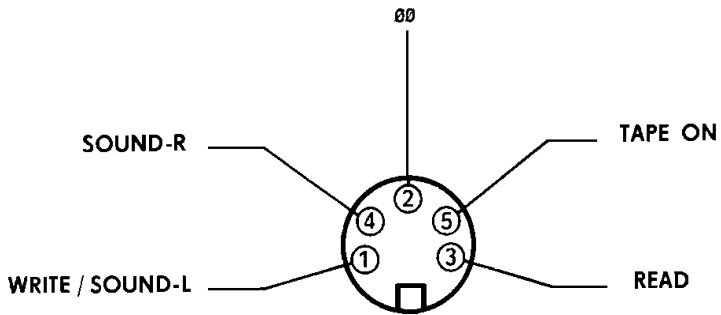

Bild 8: Anschlußbelegung der Diodenbuchse TAPE
- an der Diodenbuchse „TAPE“ (vgl. Bild 8 und Tab. 3) zweikanalig mit konstantem Pegel über einen Mono- oder Stereo-Verstärker oder auch über den Kassettenrecorder in Stellung „Aufnahme“ mit betätigter Pausen- oder Schnellstopptaste.
- im Bild 8 die Anschlußbelegung und in Tabelle 3 die Signalbeschreibung der Diodenbuchse TAPE aufgeführt.